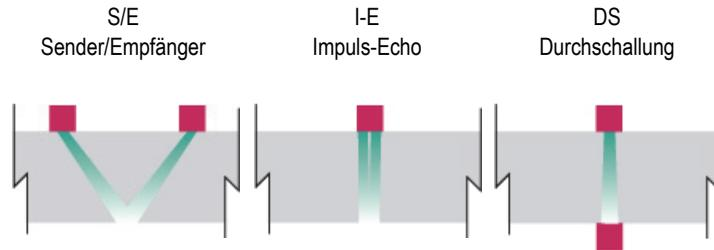

Abbildung 6-1 Auswahl des Schallmodus
2. Wählen Sie aus der Liste **UT > Impulsgen. > Schallmodus** einen Sender/Empfänger-Modus aus (siehe Abbildung 6-1 auf Seite 172).